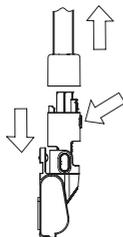

Рис.3
- Выберите необходимую насадку: моторизованную турбо-щётку (7) или щелевую насадку (12) и подсоедините её к удлинительной трубке (5) (рис. 3).